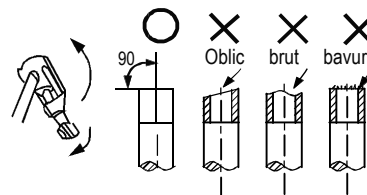

Fig.9-1
- Tăiați un tub cu un tăietor de tuburi. (Consultați Fig.9-1)